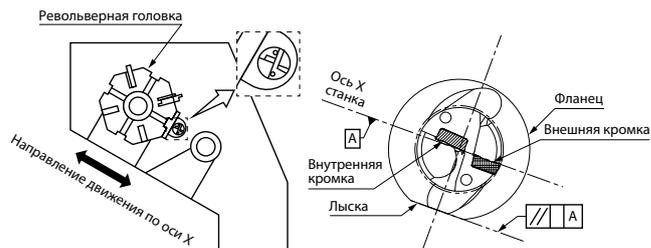

Рис. 1. Сверло, установленное на токарный станок
- Совместите требуемое значение на шкале, нанесенной по краю фланца втулки, с центром заглушки канала для СОЖ сверла. (рис. 1).
2. Рекомендуется установить наружную пластину, как показано на рис. 1; при этом наружная пластина должна быть обращена к оператору (рис. 1). Также можно использовать сверло, повернув на 180°
При установке внутренней пластины, как показано на рис. 1, она будет располагаться на 0,05 мм ниже центра шпинделя (рис. 5).